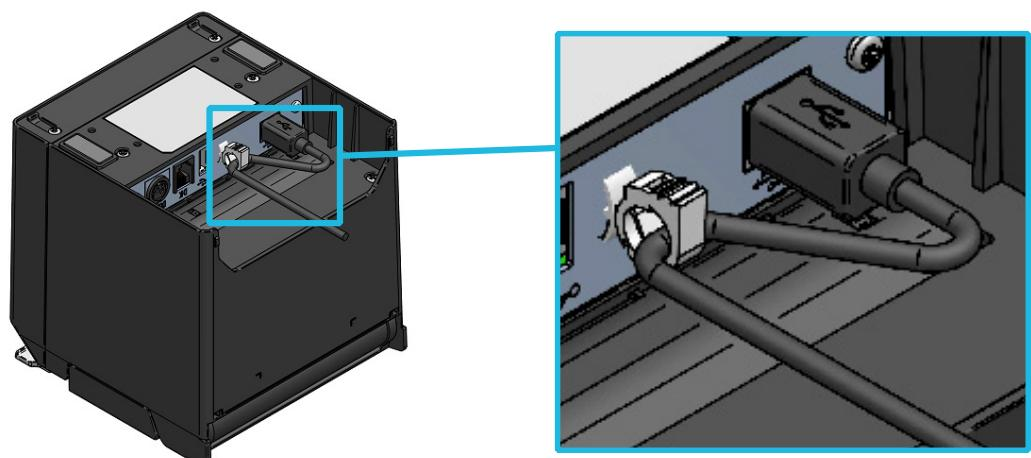
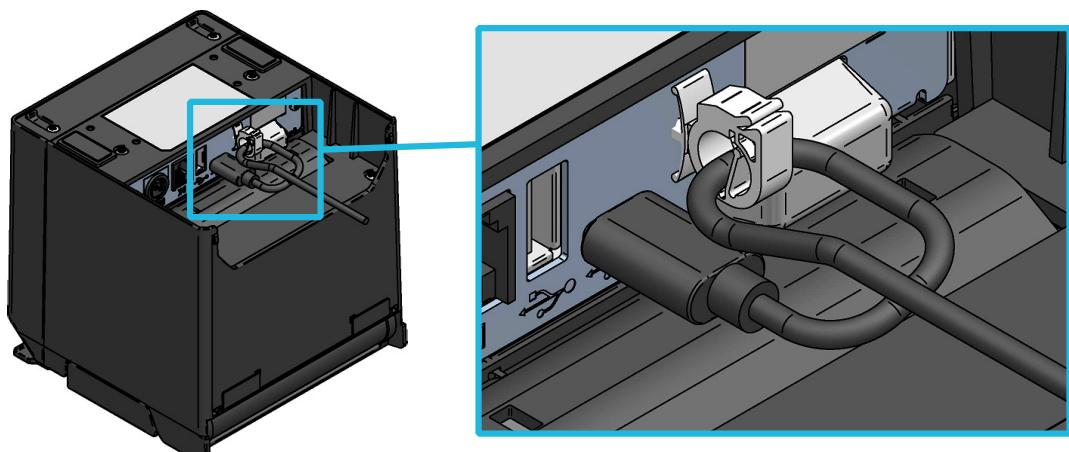

図 12-2 プリンタとUSBケーブルのロック
図 12-4 プリンタとUSB Type-Cケーブルのロック
- ① プリンタの電源がオフになっていることを確認してください。
- ② ご使用になるインターフェースのケーブルを、プリンタ背面のインターフェースコネクタに接続してください。（USBケーブルを接続した場合は図 12-2、USB Type-Cケーブルを接続した場合は図 12-4 のようにワイヤクリップでケーブルをロックしてください。）
- ③ プリンタの電源スイッチをオンにして、ホスト装置からプリンタにデータを送信してください。
- ④ データが正しく印字されていることを確認してください。